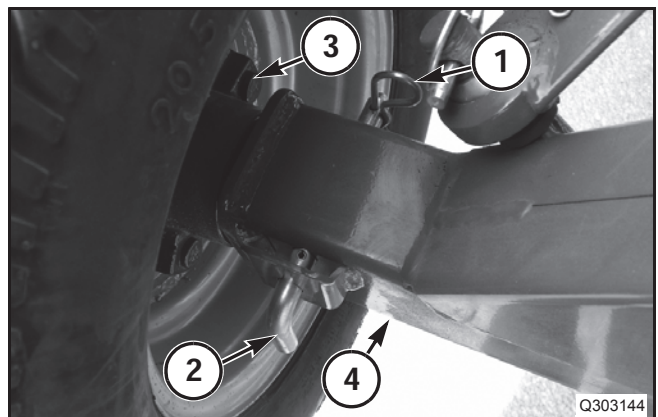

FIG. 57
FIG. 57: Remueva las clavijas (1) y los pernos (2) que fijan el conjunto de las ruedas (3) en el conjunto del eje (4). Remueva las ruedas del conjunto del eje del lado derecho.